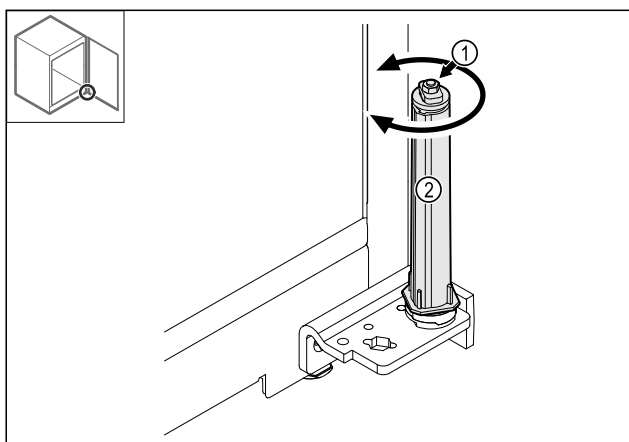

Fig. 40
- ▶ Не разглобявайте винтовото съединение Fig. 40 (1) на затварящата система.
- ▶ Въртете затварящата система Fig. 40 (2), докато тя щракне.